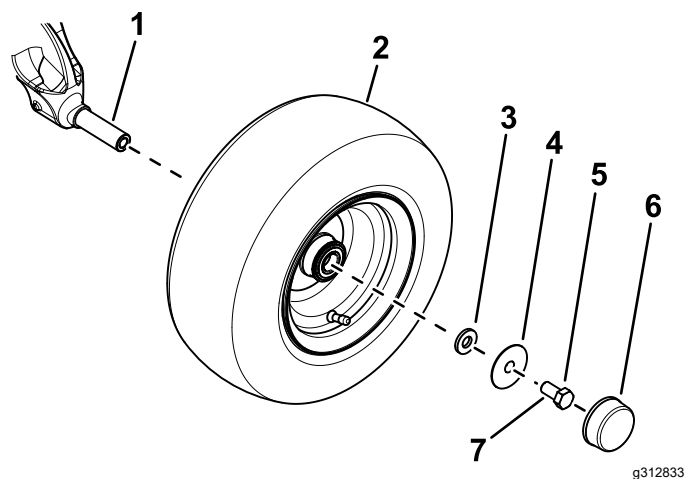

Figura 3
- B. Utilizzate una rondella piccola, una rondella grande, un bullone ( $\frac{5}{8}$ " x  $1\frac{1}{4}$ "), e fissate la ruota all'albero dell'assale (Figura 3).
D. Montate il coperchietto antipolvere alla ruota (Figura 3).